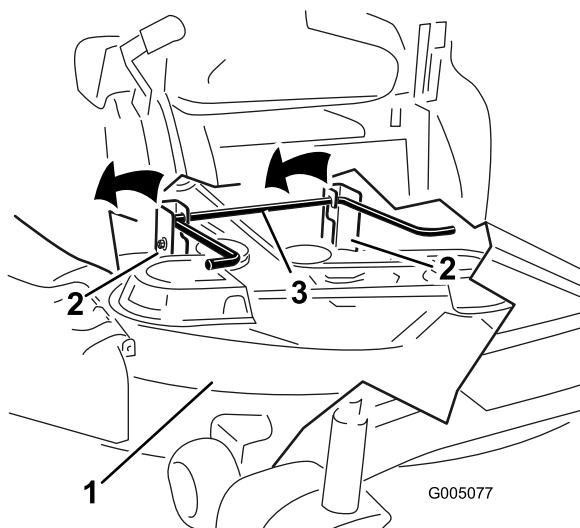

Figura 46
5. Eleve la parte trasera de la plataforma del cortacésped y coloque los soportes sobre la varilla de elevación trasera (Figura 46).